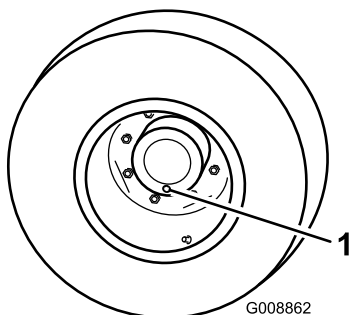

Figure 54
1. Placez la machine sur une surface plane et horizontale et tournez une roue de sorte que l'un des bouchons de contrôle se trouve à la position la plus basse (6 heures) (Figure 54).